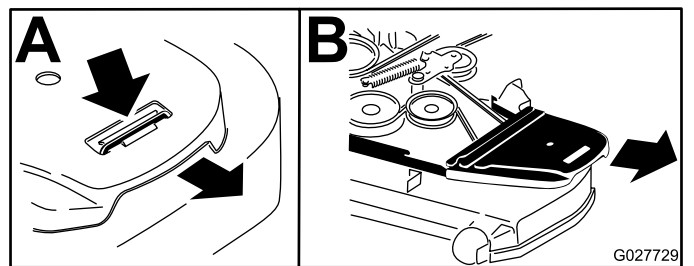

Figura 90
5. Togliete il paracinghia in plastica (Figura 90).
4. Togliete i copricinghia (Figura 90).